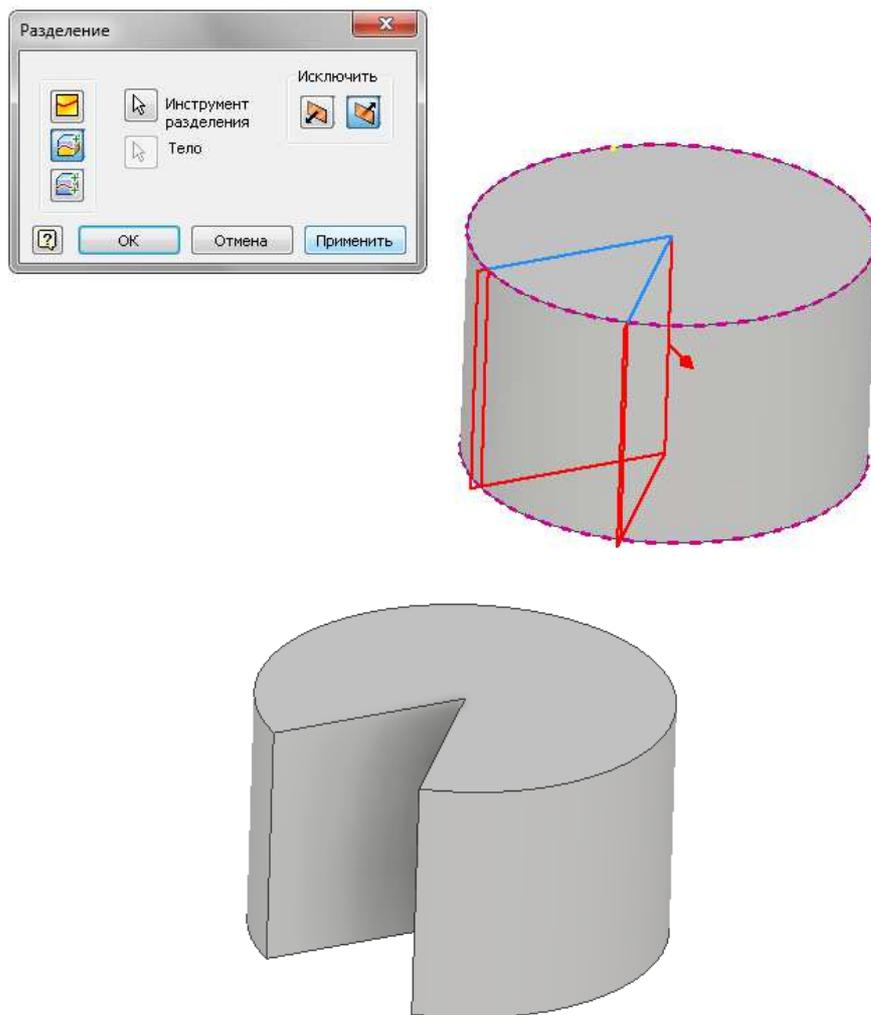

Рис. 84.
**Разделить** - **Разделить** деталь – **Обрезать твердое тело**  - **Инструмент разбиения**  - укажите на ломаную линию, рисунок 10 - **Ок** (рис. 84).